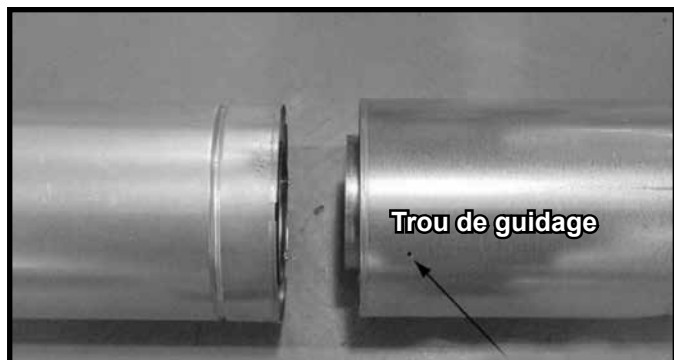

Figure 7.5 Trou de guidage de la section coulissante
- Glissez le col intérieur de la section coulissante dans la section intérieure de tuyau et la conduite extérieure de la section coulissante par-dessus la section extérieure du tuyau. Voir la figure 7.5.